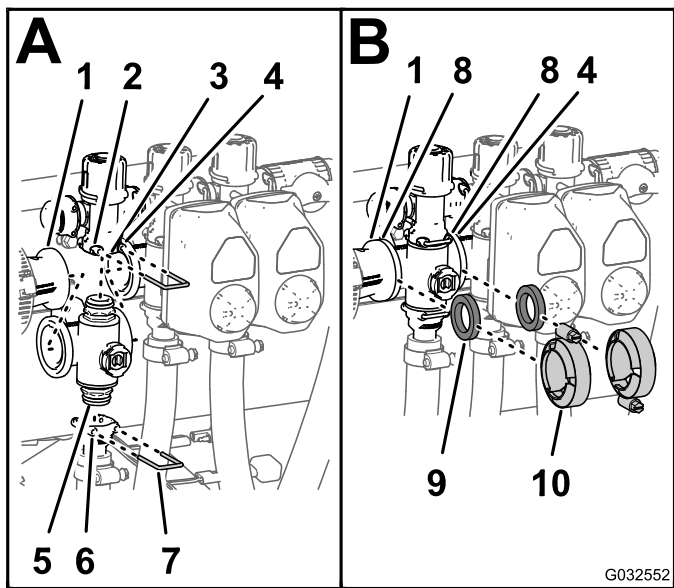

Figure 116
1. Insérez le raccord d'embout supérieur de la valve de collecteur dans le raccord de dérivation (A de la Figure 116).
2. Fixez le raccord d'embout au raccord de dérivation en insérant un étrier de fixation dans la douille du raccord de dérivation (A de la Figure 116).
3. Montez le raccord de sortie sur le raccord d'embout inférieur de la valve de collecteur (A de la Figure 116).
4. Fixez le raccord d'embout au raccord de sortie en insérant un étrier de fixation dans la douille du raccord de sortie (A de la Figure 116).
5. Placez joint entre les brides de l'accouplement réducteur et du collecteur de vanne de section (B de la Figure 116).
6. Montez l'accouplement réducteur, le joint et la tubulure de vanne de section avec un collier serré à la main (B de la Figure 116).
7. Si vous montez les 2 vannes de section à l'extrême gauche, placez un joint entre les brides des 2 collecteurs de vanne de section adjacentes (B de la Figure 116).
8. Montez les 2 collecteurs de vanne de section adjacentes et le joint avec un collier serré à la main (B de la Figure 116).